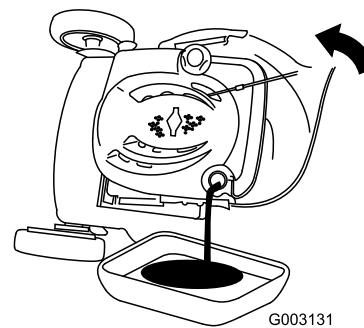

Figura 35
- Ponga el cortacésped de lado (con el filtro de aire hacia arriba) para drenar el aceite usado a través del tubo de llenado de aceite (Figura 35).